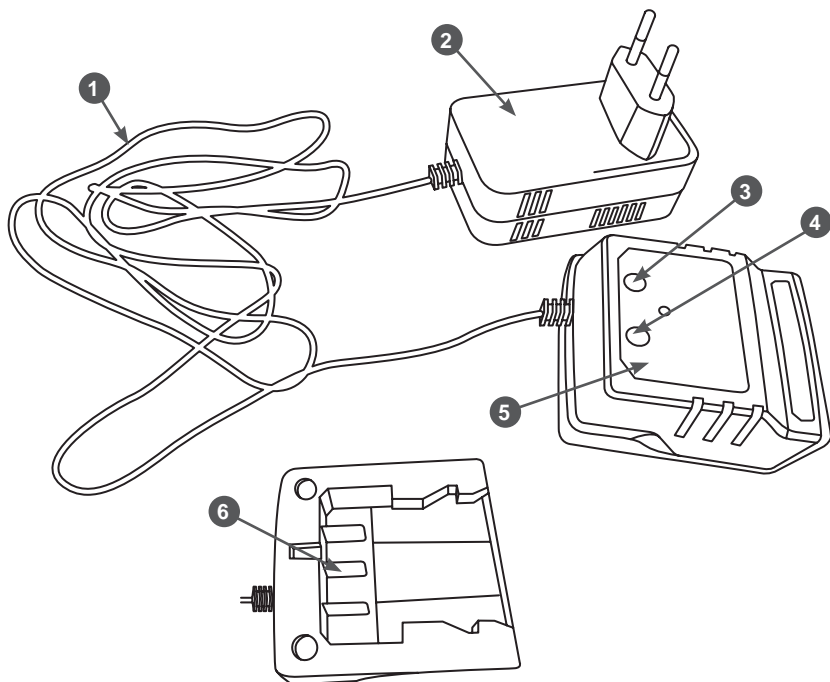

Рис. 1 Основные узлы и органы управления CH1811
Основные узлы и органы управления зарядного устройства показаны на Рис. 1,2.
2. Подключите зарядное устройство к сети. Процесс зарядки начнется автоматически, индикатор 4 сети (Рис. 1,2) загорается красным цветом и через несколько секунд затухает, после этого загорается индикатор зарядки. Во время зарядки индикатор 3 зарядки (Рис. 1,2) и панель индикаторов аккумулятора мигает зеленым цветом.
4. После окончания зарядки (индикатор зарядки горит зеленым), сначала отсоедините блок питания 2 (Рис. 1) от сети переменного тока, а затем снимите адаптер с аккумулятора (модель СН1811). Для модели СН1812 отсоедините вилку от сети переменного тока и снимите аккумулятор с зарядного устройства.